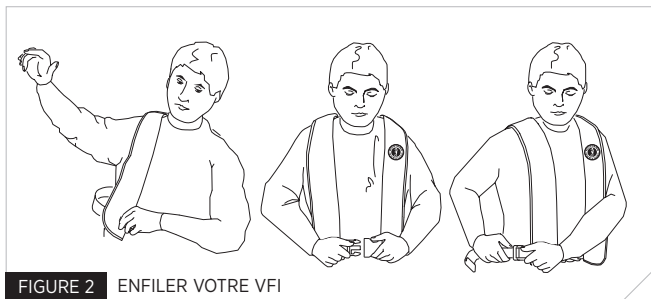

FIGURE 2 ENFILER VOTRE VFI
2. Enfilez le votre VFI comme un gilet ordinaire (Fig. 2) et attachez la boucle avant. Ajustez la ceinture à l'aide de la boucle latérale et insérez le bout de la ceinture dans le passant.